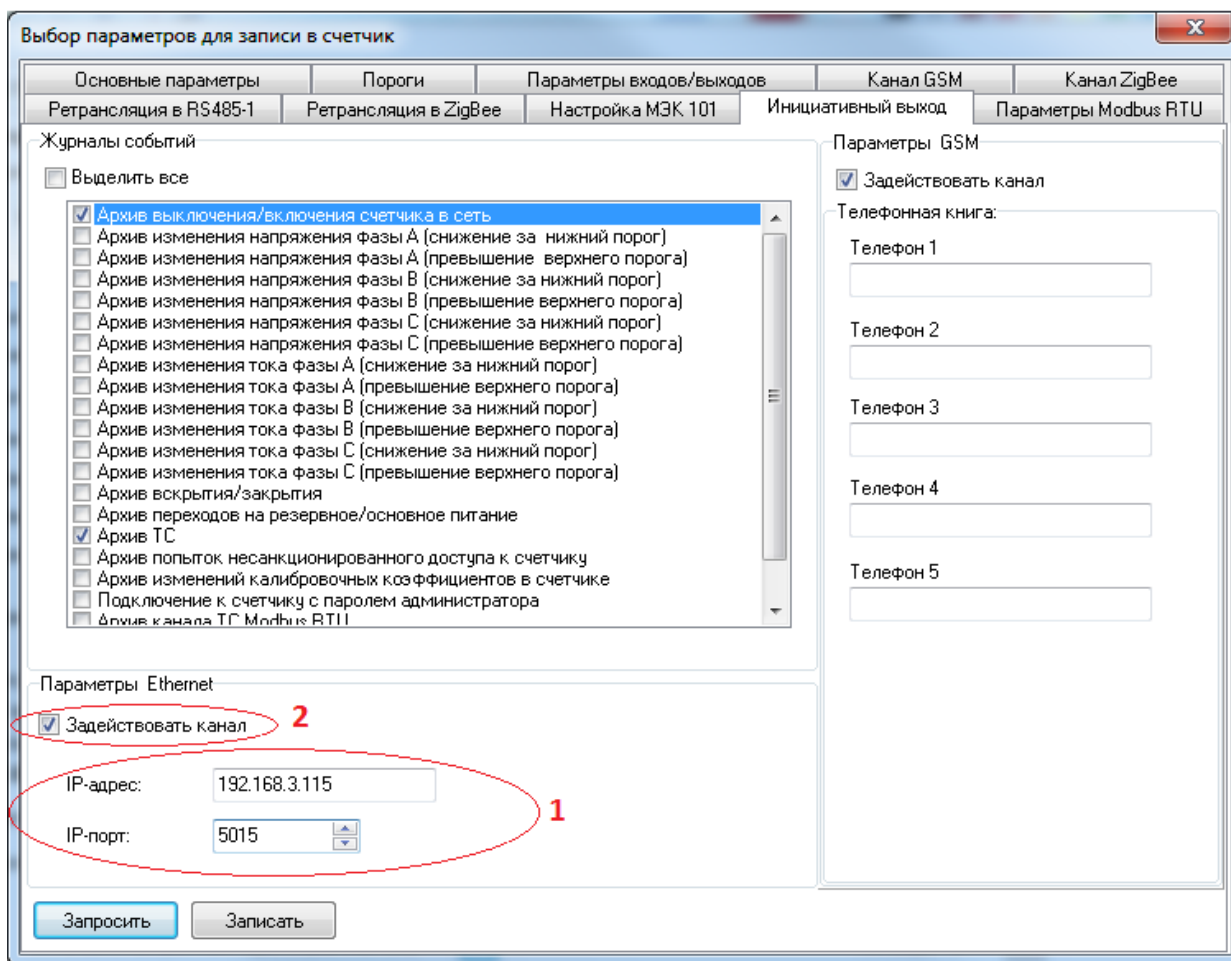

Рисунок 2.8
- установить IP-адрес и IP-порт узла, к которому будет присоединяться счетчик (рисунок 2.8 позиция 1);
- установить флажок в поле *Задействовать канал* (рисунок 2.8 позиция 2).